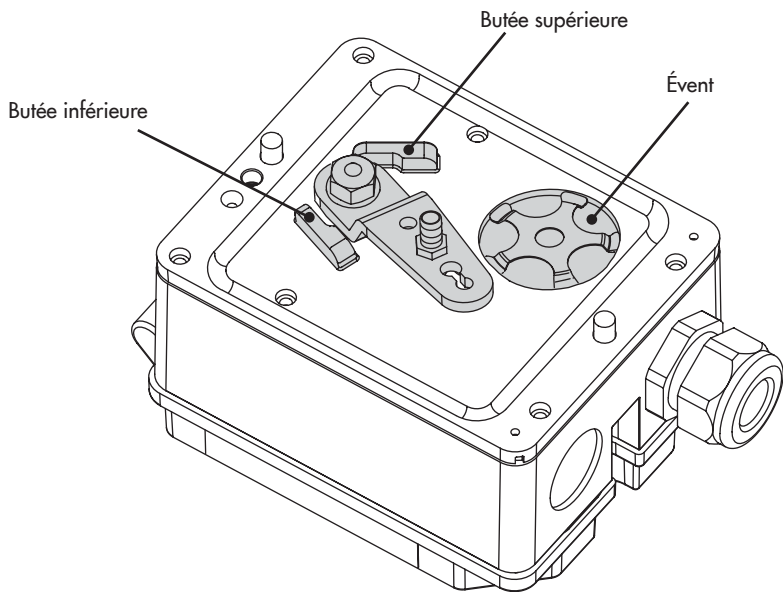

Fig. 5 : Butées mécaniques et évent
→ Ne pas monter le positionneur avec l'évent (Fig. 5) orienté vers le haut !
1. Tourner le levier jusqu'à ce qu'il atteigne la butée mécanique inférieure (cf. Fig. 5) et le maintenir dans cette position. Desserrer l'écrou à l'aide d'une clé anglaise d'ouverture 10 et le retirer.